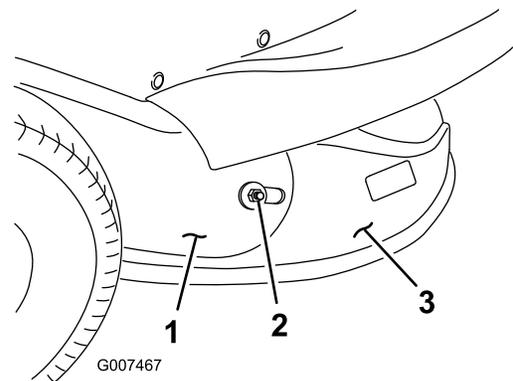

Figure 17
8. Retirez l'écrou et la rondelle extérieure de fixation de l'éjecteur au tube d'éjection (Figure 17).
14. Remettez l'écrou et la rondelle extérieure de fixation de l'éjecteur au tube d'éjection (Figure 17).